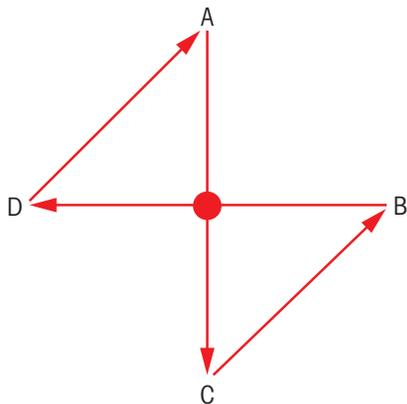

Figura 21 Ajuste cruzado
Para conseguir o ajuste mais rápido do feixe do laser, o melhor a se fazer é trabalhar antes em um eixo e depois na direção oposta. O modo cruzado de ajuste de parafuso mostrado na Figura 21 na página 49 esboça esse processo. O mesmo procedimento se aplica tanto ao modo reflexivo quanto ao modo direto. Devem ser feitos apenas pequenos ajustes aos parafusos. Para caminhos ópticos mais longos, devem ser feitos ajustes menores. Como regra geral, para OPLs de até 3 m, gire 1 volta por vez dos parafusos; para 3 a 4 m, 0,5 volta; e para 4 a 6 m, 0,25 volta. Siga essa sequência de etapas de aperto até que todos os quatro parafusos sextavados (A, B, C e D) estejam firmemente aparafusados. Dessa forma, o ponto do laser permanece no meio do alvo enquanto os parafusos são apertados progressivamente.
- 4 Com referência ao padrão de posicionamento do feixe (consulte Figura 21 na página 49), posicione o ponto do laser no meio do alvo segurando a peça móvel do flange do cross-pipe em uma mão. Esse local do ponto vai se tornar a posição final depois que todos os parafusos sextavados forem apertados. Insira uma chave sextavada em cada uma das quatro cabeças dos parafusos sextavado.
<p>4 Com referência ao padrão de posicionamento do feixe (consulte Figura 21 na página 49), ajuste um dos parafusos de alinhamento do eixo vertical dando algumas voltas (parafusos A e C nas partes de cima/baixo).</p>